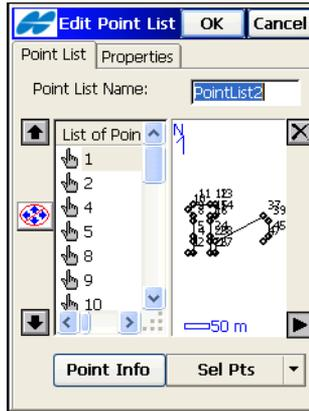

Abbildung 6-21. Neue Punktliste: Register „Punktliste“
- Zum Bearbeiten einer Punktliste tippen Sie im Fenster **Liste der Punktlisten** auf **Edit**. Im Fenster **Edit Punktliste** (Abbildung 6-21) wird der Name der Punktliste angezeigt. Wählen Sie die Punkte für die Liste aus.
Punkte können entweder über die Karte oder mithilfe der Schaltfläche **Wähle Pkte** zur Punktliste hinzugefügt werden (Abbildung 6-21).